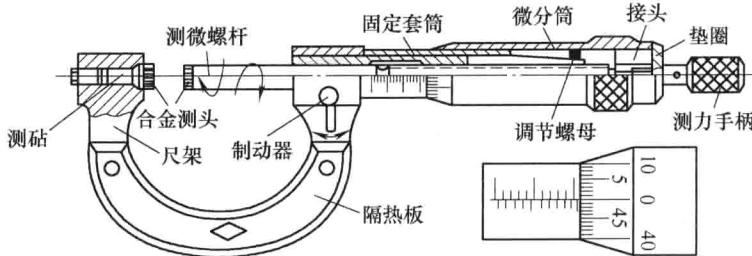

图 1-23 外径千分尺结构
1) 外径千分尺的结构如图 1-23 所示，由固定的尺架、测砧、测微螺杆、固定套筒、微分筒、测力手柄、制动器等组成。固定套筒上有一条水平线，这条水平线上、下各有一列间距为 1mm 的标尺标记，上面的标尺标记恰好在下面两相邻标尺标记中间。